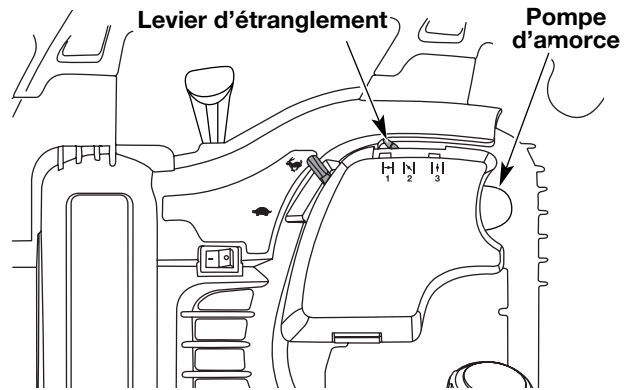

Fig. 13
3. Appuyer sur la pompe d'amorce dix fois de suite. Une certaine quantité de **carburant devrait être visible dans l'amorce et des tuyaux de carburant** (Fig. 13). Si vous ne voyez pas de carburant dans la pompe, appuyez dessus autant de fois de suite que nécessaire jusqu'à ce que vous en voyiez arriver dans l'amorce.
4. Mettre le levier d'étranglement en **position 1** (Fig. 13).
6. Mettre le levier d'étranglement en **position 2** (Fig. 13).
9. Mettre le levier d'étranglement en **position 3** (Fig. 13). L'appareil est prêt à être utilisé.